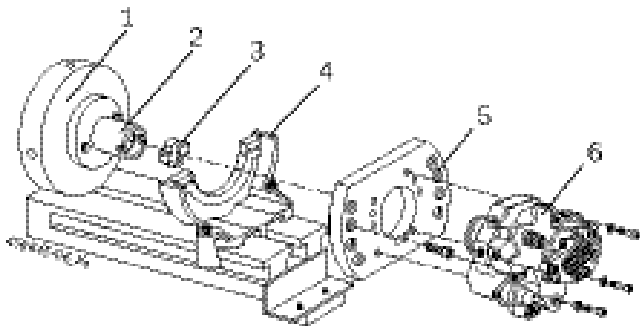

Fig. 9: Насос системы common rail с соединением Oldham
2. Соедините направляющий фланец Oldham 1 685 702 090 (Рис. 9, Поз. 2) с маховиком (Рис. 9, Поз. 1) EPS 708. Сила натяжения болтов 95 ±2 Nm.
3. Установите крепежный фланец (Рис. 9, Поз. 5) на насос системы common rail (Рис. 9, Поз. 6).
4. Вставьте насос системы common rail с крепежным фланцем в фиксатор (Рис. 9, Поз. 4) и соедините.
- ! Следует использовать только соединительные детали (Рис. 9, Поз. 3), на которых нет загрязнений или повреждений!